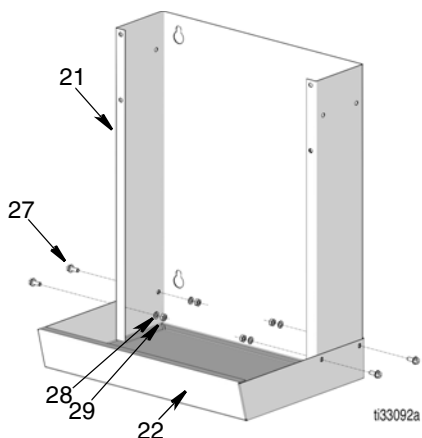

FIG. 5
1. Anexe o invólucro do distribuidor (21) ao recipiente de drenagem (22) usando parafusos (27), anilhas de segurança (28), porcas (29) e orifícios existentes. Aperte as porcas firmemente. (Consulte FIG. 5).